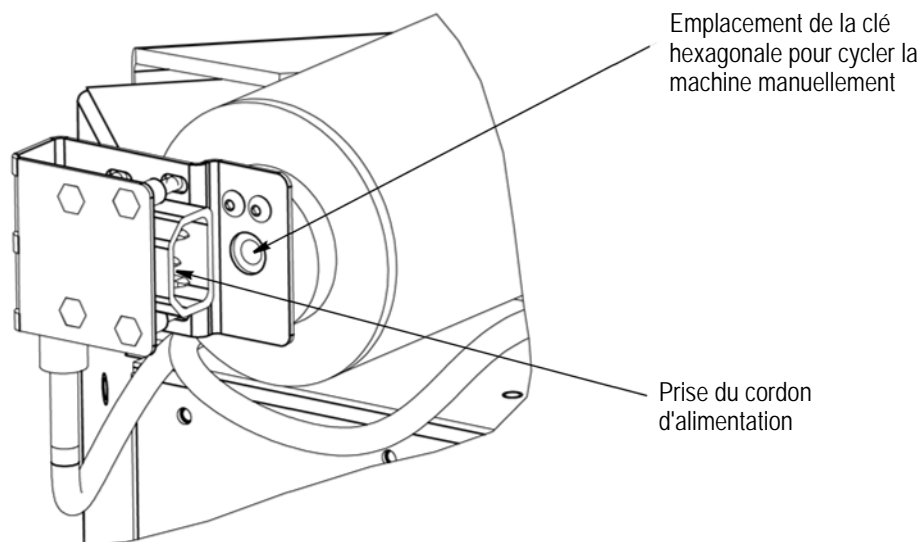
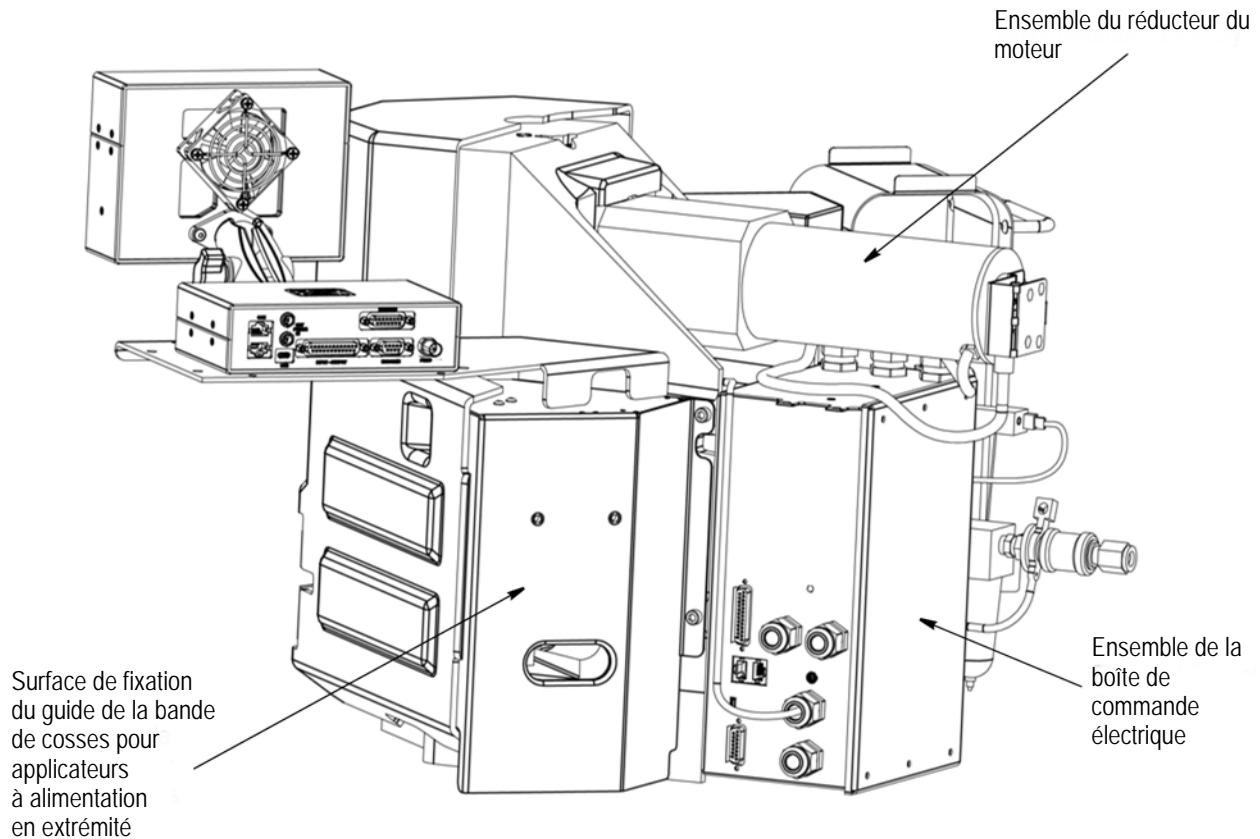

Figure 3
Figure 4
1. Le **groupe moteur** est équipé d'un moteur cc qui entraîne un vilebrequin. Voir la Figure 3 et la Figure 4. Le moteur est activé à chaque cycle et fait tourner le vilebrequin d'un tour complet. Une clé hexagonale se situe à l'extrémité du moteur, elle permet de cycler le moteur manuellement. Pour accéder à la clé hexagonale, il faut débrancher le cordon d'alimentation à l'arrière du moteur.